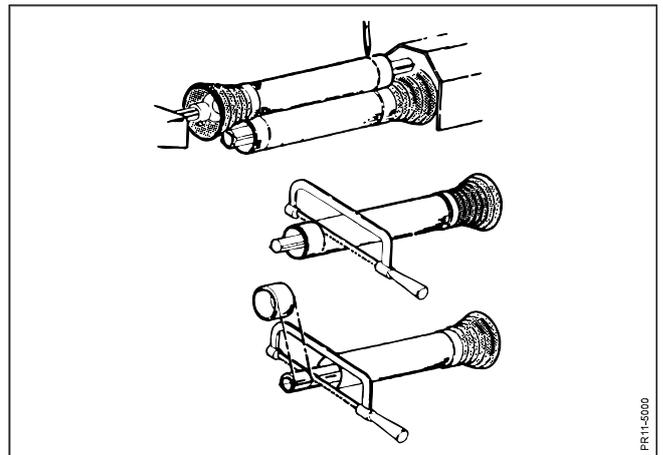

Fig. 2-8
- Fig. 2-8** Das Verfahren bei Abkürzung: